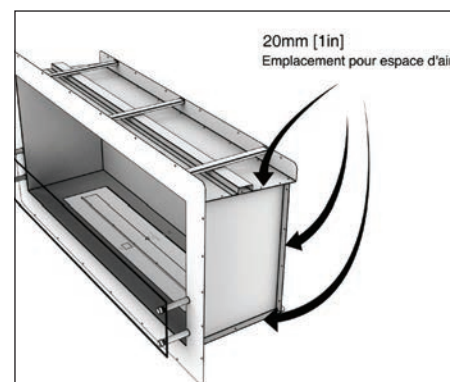

Fig. 3
- Incorporer des espaceurs de 20mm de tous les côtés afin d'empêcher que l'appareil ne repose directement sur des matériaux combustibles et prévoir un vide d'air autour du foyer pour l'isolation. (Fig. 3)